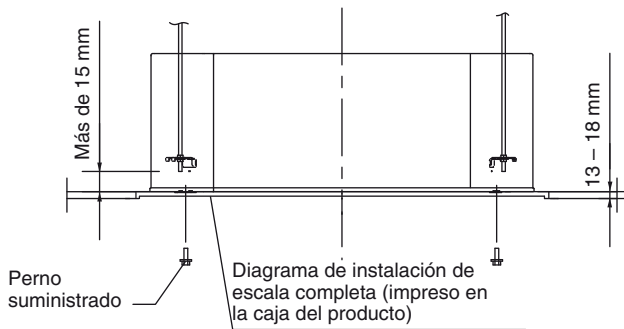

Fig. 3-4
- (1) Cuando coloque la unidad dentro del techo, determine el paso de los pernos de suspensión utilizando el diagrama de instalación de escala completa. (Fig. 3-4)
- (2) La longitud de los pernos de suspensión debe ser la apropiada para la distancia entre la parte inferior del perno y la parte inferior de la unidad, para que sea de más de 15 mm. (Fig. 3-4)